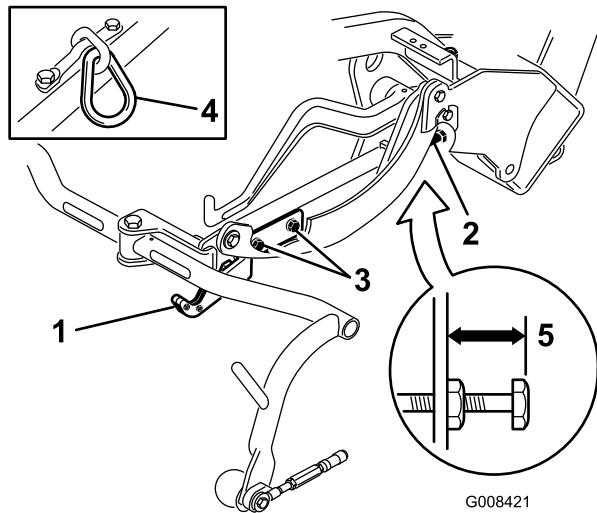
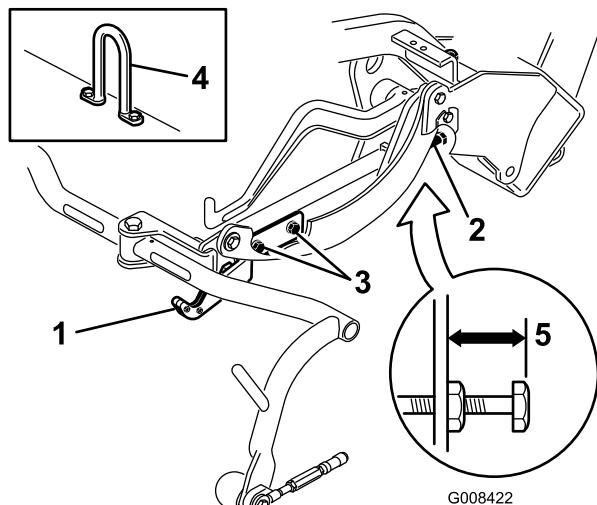
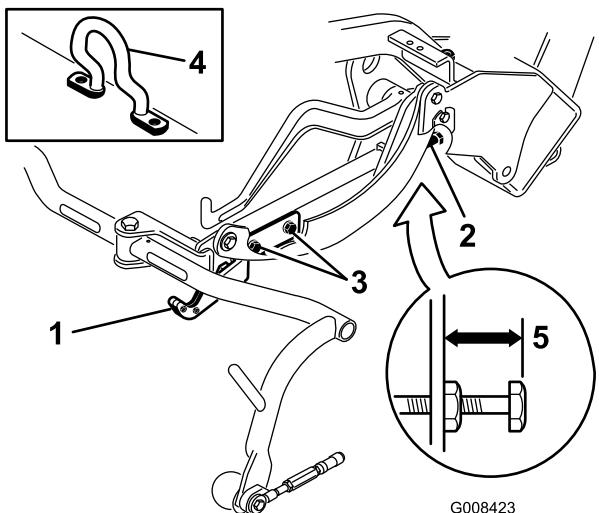

Figura 19
Figura 20
Figura 21
Verifique a altura de transporte (Figura 19 & Figura 20) e ajuste-a, se necessário.
- Em unidades de corte equipadas com um elo de corrente ou um cilindro de elevação recto (Figura 19 e Figura 20, em destaque) verifique se a distância a partir da parte superior do parafuso de ajuste da estrutura de suporte até à parte posterior da estrutura de suporte é de 22 mm. Se a distância não for de 22 mm, passe ao passo 4. Se a unidade de corte estiver equipada com uma articulação de elevação desviada (Figura 21), avance para o passo seguinte.
- Em unidades de corte equipadas com um elo de corrente ou um cilindro de elevação recto (Figura 19, em destaque) verifique se a distância a partir da parte superior do parafuso de ajuste da estrutura de suporte até à parte posterior da estrutura de suporte é de 25 mm. Se a distância não for de 25 mm, avance para o passo 4.
4. Desaperte os parafusos de montagem da placa de transporte (Figura 19, Figura 20 e Figura 21).
7. Se as estruturas de suporte não estiverem à mesma altura, desaperte a porca de bloqueio no parafuso de ajuste da estrutura de suporte (Figura 19, Figura 20 e Figura 21). Rode o parafuso para fora para elevar e para dentro para descer. Aperte a porca de bloqueio depois de alcançar a altura adequada.